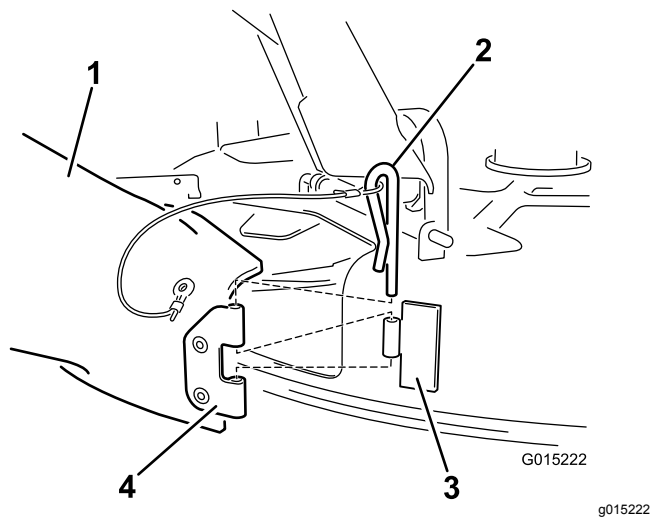

Bild 21
4. Den Auswurfkanal finden Sie in den lose mitgelieferten Teilen. Fluchten Sie die Löcher im Scharnier am Auswurfkanal mit dem Scharnier am Mähwerk aus (**Bild 21**).